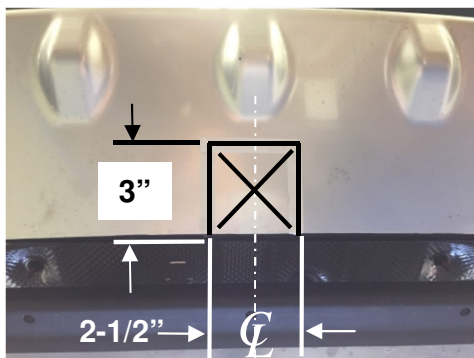

Figura 2
- Recortar la fascia:** Con una cinta de medir, marcador y navaja utilitaria, recortar una muesca en la parte inferior de la fascia, aproximadamente 2-1/2" de ancho x 3" de profundidad, centrada en el vehículo como se muestra. **Ver la Figura 2.** **NOTA:** Hay un plástico rígido en el interior del área de recorte de la fascia que es difícil de cortar, podría ser necesario usar una sierra u otra herramienta adecuada para esta área.
**Recortar la fascia:** Con una cinta de medir, marcador y navaja utilitaria, recortar una muesca en la parte inferior de la fascia, aproximadamente 2-1/2" de ancho x 3" de profundidad, centrada en el vehículo como se muestra. **Ver la Figura 2.** **NOTA:** Hay un plástico rígido en el interior del área de recorte de la fascia que es difícil de cortar, podría ser necesario usar una sierra u otra herramienta adecuada para esta área.